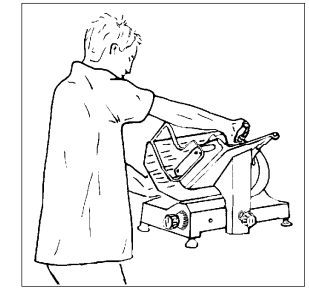

ABB. Nr. 7b - Falschen Position
3. eine korrekte Haltung einnehmen, um Unfälle zu vermeiden: legen Sie Ihre rechte Hand auf den Griff des Resthalters und anschließend die linke Hand neben den Scheibenschutz (**ohne dabei in Kontakt mit dem Messer zu gelangen**); der Körper soll senkrecht zur Arbeitsfläche sein (Abb. Nr. 7a). **ACHTUNG: Keine Körperhaltungen einnehmen, die den direkten Kontakt von Körperteilen mit dem Messer mit sich führen (z. B. Abb. Nr. 7b);**